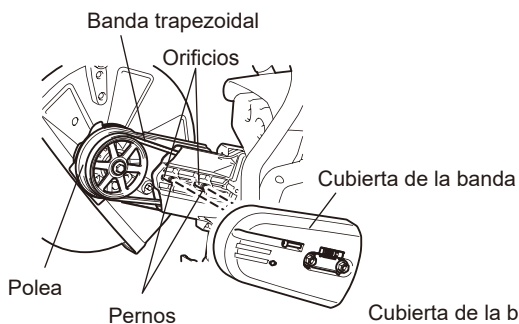

Fig. 6
- (6) Voltee el aditamento extraído, pase el perno a través del orificio y reinstálelo en la dirección B. (Fig. 6)
- (7) Reinstale la banda trapezoidal a la polea. (Fig. 6)